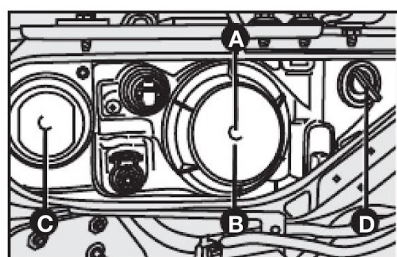

fig. 16
### GRUPOS ÓTICOS DIANTEIROS - fig. 16
- Remover a tampa **C-fig. 16** girando-a no sentido anti-horário;
- Remover a tampa **A-fig. 16** girando-a no sentido anti-horário;
- Montar a tampa **C-fig. 16** assegurando-se do correto bloqueio.
- Montar a tampa **A-fig. 16** assegurando-se do correto bloqueio.